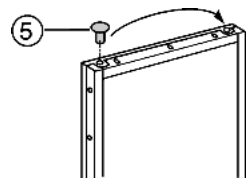

Fig. 5
- ▶ Lagerstopfen Fig. 5 (5) umsetzen